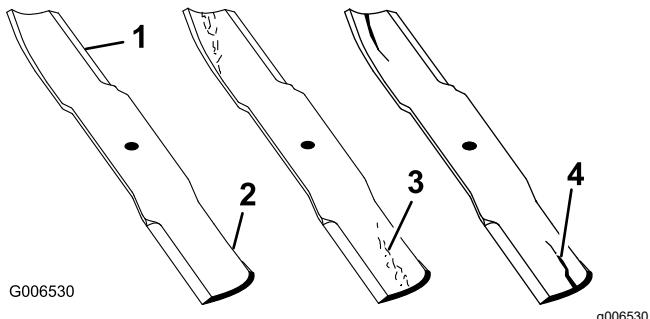

Рисунок 80
1. Осмотрите режущие кромки (Рисунок 80).
4. При обнаружении признаков повреждения, износа или образования зазора в этой области немедленно замените нож (Рисунок 80).